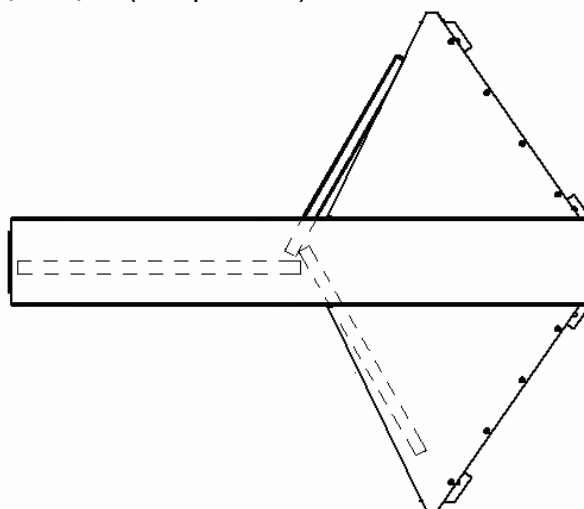

Рисунок 12 Исходное положение створок турникета (вид сверху) для шлюзовых режимов работы
- Для обеспечения возможности работы турникета в **шлюзовых** режимах перекройте зону прохода **двумя** створками в направлениях к опорным стойкам секций (6) и (7) с блоками индикации (см. рис. 12).